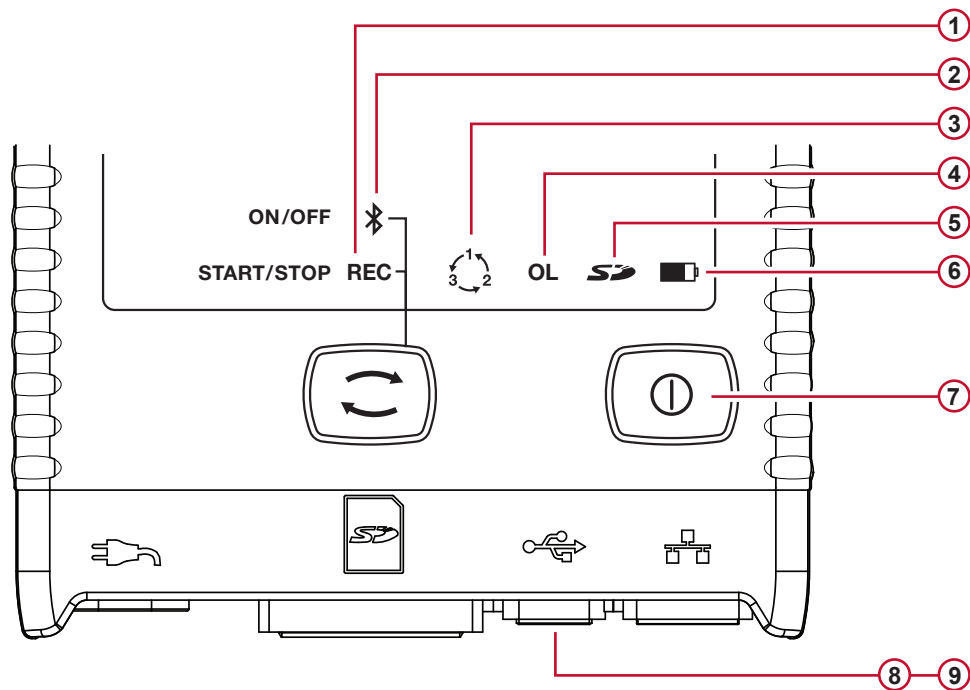

Figura 11
- El piloto REC verde (nº1 en la Figura 11) se enciende 3 s y el piloto Bluetooth azul (nº2 en la Figura 11) se enciende también y se alternan sucesivamente durante 3 segundos cada uno. Mientras cada uno de estos botones está encendido, Vd. puede definir su función como se indica a continuación.